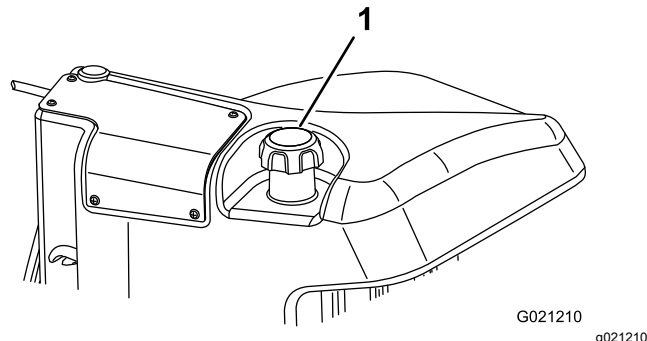

Figura 28
3. Retire a tampa do depósito de combustível (Figura 28).